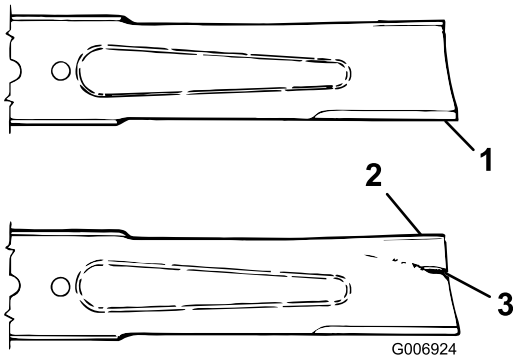

图68
2. 仔细检查刀片的剪草端，特别是刀片平面和曲面交接的部分（图68）。由于沙子和研磨材料可能导致连接刀片平面与曲面的金属磨损，请在使用机器之前检查刀片。如果看到出现磨损（图68），请更换刀片；请参阅“拆卸刀盘刀片”。
如果刀片能够经受磨损，刀片的刀翼与平面部分之间也会形成凹槽（图68）。最终刀片可能断裂并被抛掷出刀片外壳，可能对您自己或旁观者造成严重的伤害。